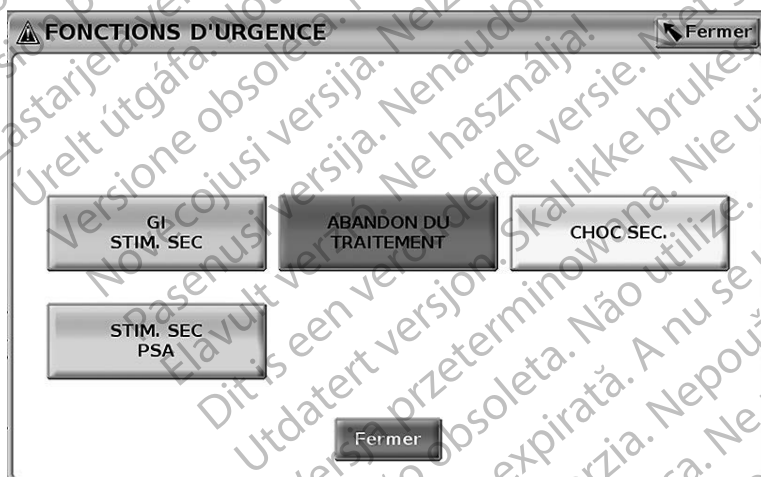
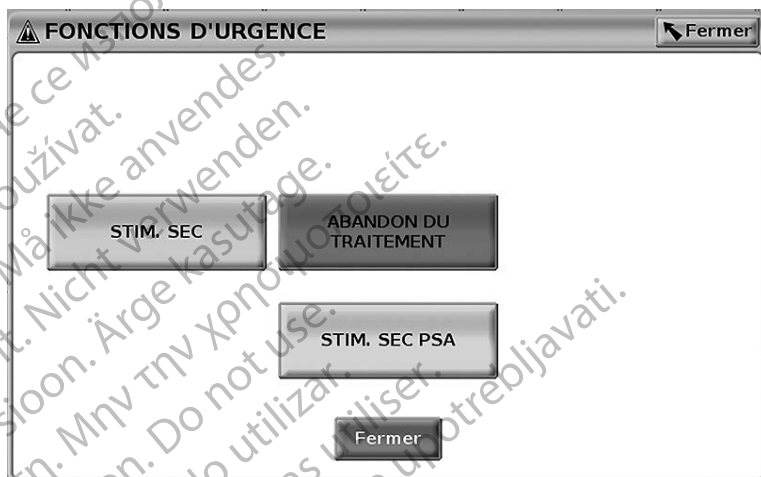
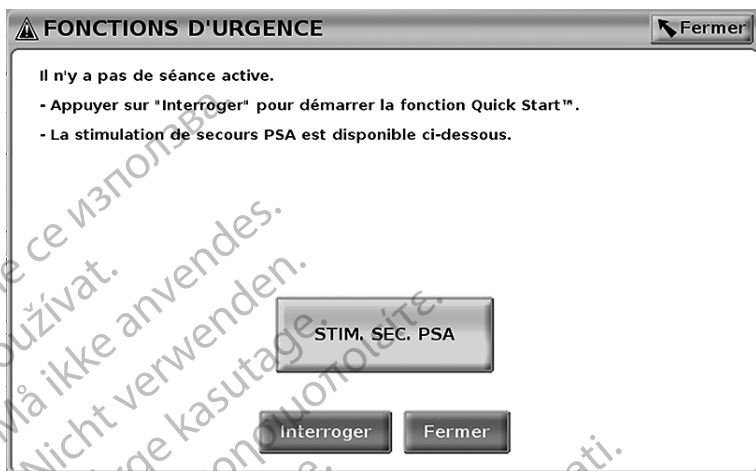

Figure 21. Le bouton SEC. rouge surgit pendant une session de GI haute tension avec le logiciel PSA s'exécutant
Figure 22. Le bouton SEC. rouge surgit pendant une session de GI basse tension avec le logiciel PSA s'exécutant
Figure 23. Le bouton rouge STIM. SEC. PSA surgit en dehors de toute session du GI avec le logiciel PSA s'exécutant
Le bouton SEC.  se trouve en haut à droite du programmeur modèle 3300 pour assurer un choc ou une stimulation d'urgence. La fonction SEC. est disponible au même emplacement, pour lancer une STIM. SEC. PSA ou administrer un choc ou une stimulation d'urgence à tout moment. Le fait d'appuyer sur le bouton SEC. affiche l'écran Fonctions d'urgence, comme illustré sur les Figure 21 en page 35 et Figure 22 en page 36 et sur la Figure 23 en page 37. Vérifier l'étiquetage du générateur d'impulsions pour obtenir des détails précis sur les paramètres SEC.
- Pendant une communication par télémetrie avec un GI haute tension (DAI ou CRT-D), une fenêtre contextuelle s'affiche permettant à l'utilisateur de lancer une commande STIM. SEC. GI, CHOC SEC. ou ABANDON DU TRAITEMENT. Durant une session du PSA, l'option STIM. SEC. PSA s'affiche également, comme illustré sur la Figure 21 en page 35.
- En l'absence de communication avec un GI, un bouton d'interrogation s'affiche avec un texte incitant l'utilisateur à effectuer un Quick Start pour tenter d'identifier le dispositif (se reporter à la Figure 23 en page 37). Une fois dans une session avec un dispositif transveineux implanté, appuyer de nouveau sur le bouton rouge SEC. pour afficher les options disponibles.
Dans la Figure 21, les boutons de la rangée du haut (STIM. SEC. GI, ABANDON DU TRAITEMENT et CHOC SEC.) s'affichent uniquement au cours d'une session du GI transveineux haute tension. STIM. SEC. PSA s'affiche lorsque la fonctionnalité PSA est active.
Dans la Figure 22, le bouton de la rangée du haut (STIM. SEC. GI) s'affiche uniquement au cours d'une session du GI transveineux basse tension. STIM. SEC. PSA s'affiche lorsque la fonctionnalité PSA est active.
Pendant une session PSA seulement (sans GI interrogé), la boîte de dialogue à la Figure 23 s'affiche alors avec le bouton STIM. SEC. PSA.